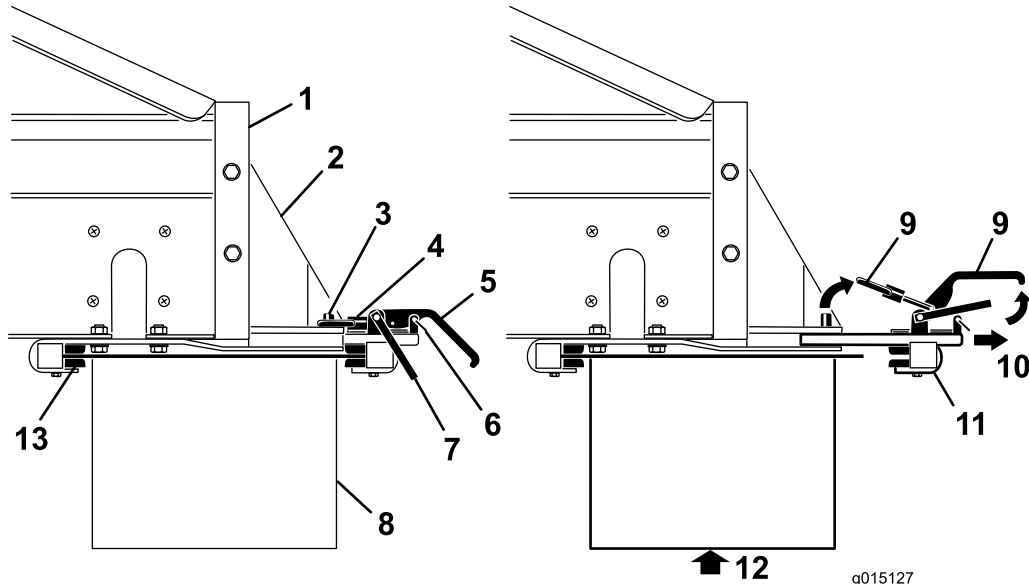

图37
6. 在他人协助下，将位于 MH-400 后部的上下交叉输送机/转盘的前端插入固定架前部的锁紧装置(图37)。
7. 在为交叉输送机/转盘提供支撑的同时，将后部附件连接锁紧组件滑入支架的槽内，并位于尾端上方(图37)。
9. 将安全闩夹装回锁紧手柄（图37）。